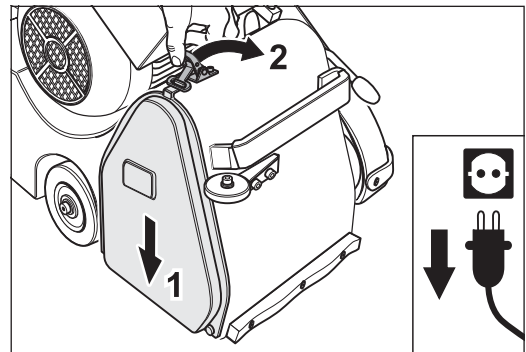

Abb. 20 Nach erfolgreicher Überprüfung und Einstellung des Schleifbandlaufs das Abdeckblech wieder anbringen.
- 15** Bringen Sie nach der erfolgreichen Überprüfung und Einstellung des Schleifbandlaufs das Abdeckblech wieder an (Abb. 20).